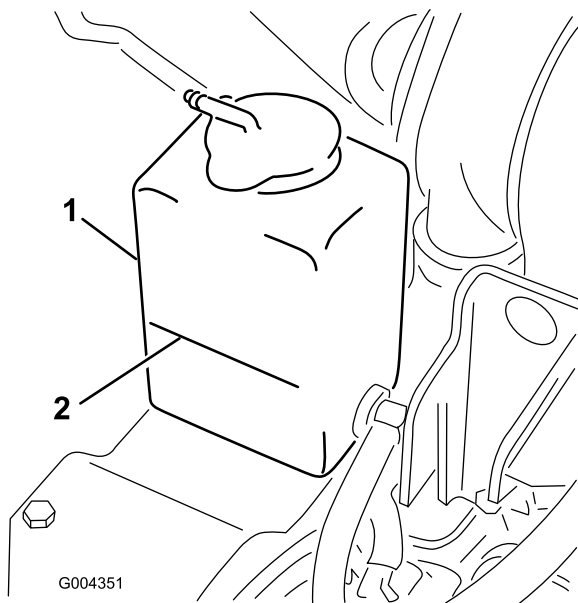

Рисунок 50
3. Проверьте уровень охлаждающей жидкости в расширительном бачке (**Рисунок 50**).
I. Добавляйте охлаждающую жидкость в расширительный бачок до тех пор, пока ее уровень не дойдет до линии Full на стенке бачка (Рисунок 50).